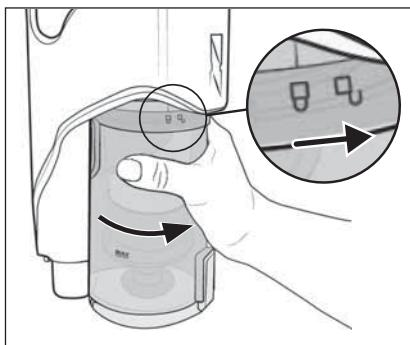

Fig. 23
- 8) Reinserire il contenitore di raccolta della polvere **6** nell'apparecchio e ruotarlo in direzione del simbolo **A** (chiudere) fino a quando non si innesta saldamente nell'apparecchio (vedere fig. 23).